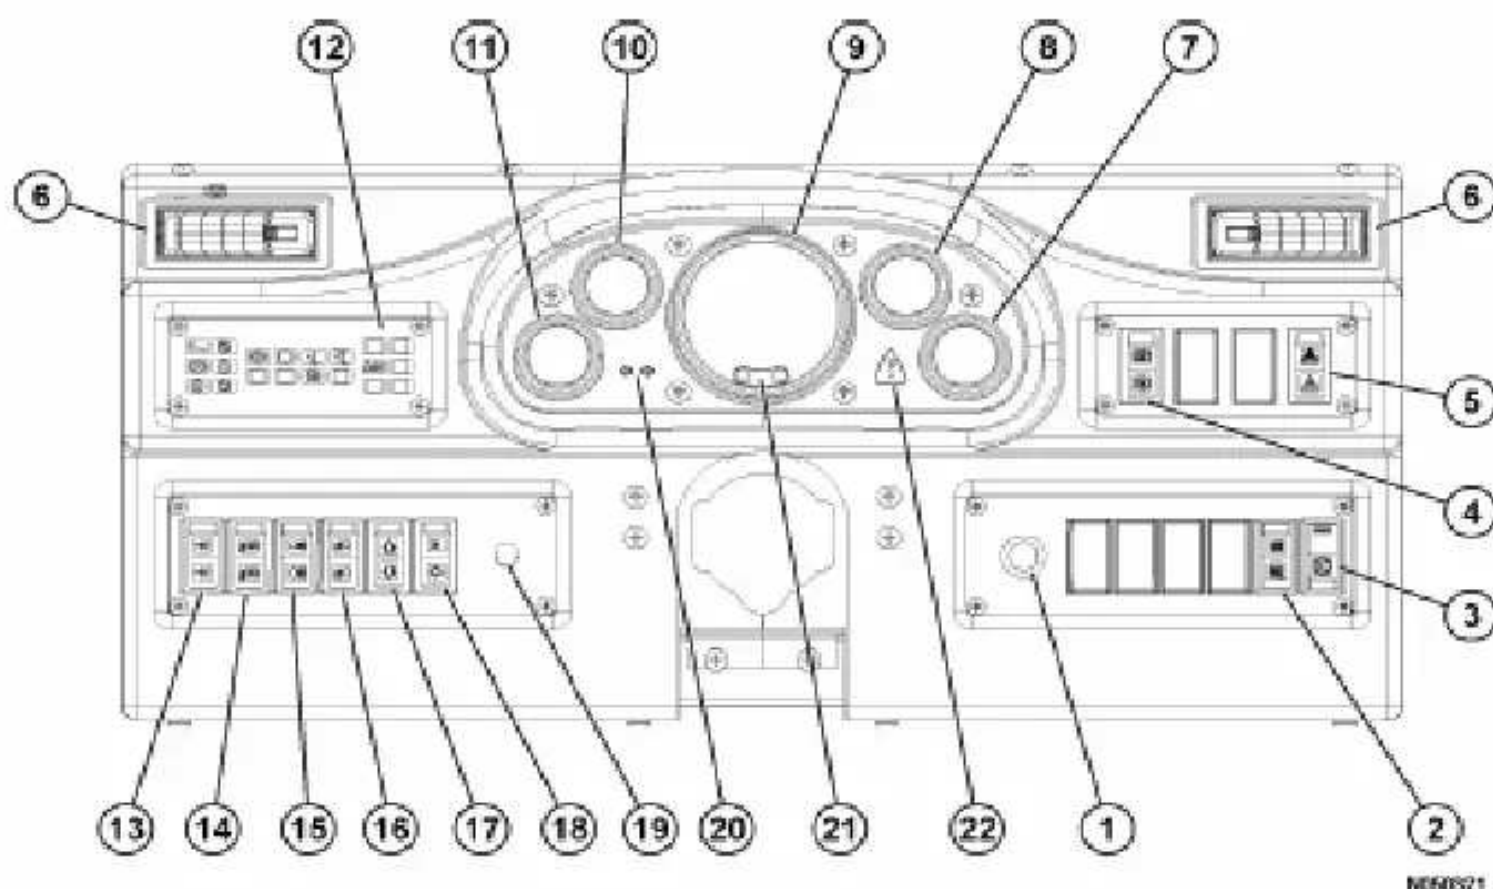
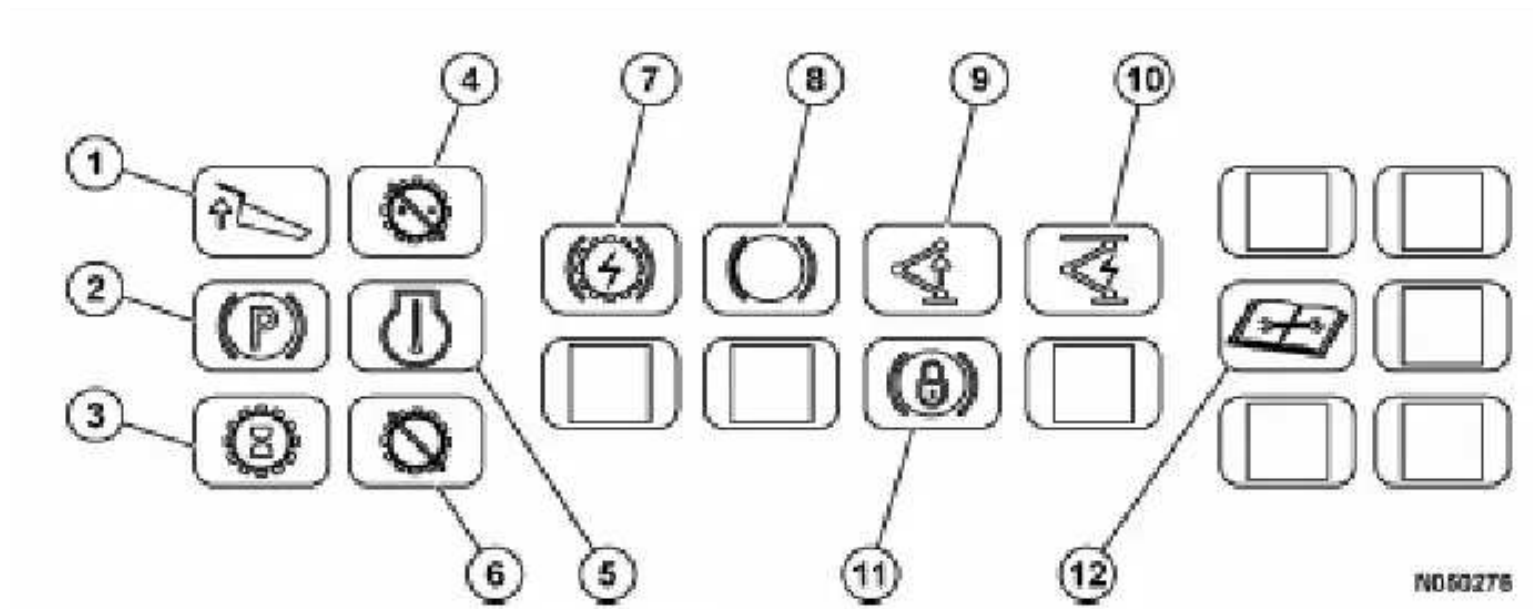

FIGURA 32-7. MEDIDORES, INDICADORES Y CONTROLES DEL PANEL
FIGURA 32-8. LUCES INDICADORAS DE ESTADO
El interruptor de partida (1, Figura 32-7) es un interruptor de 3 posiciones (APAGADO, FUNCIONAMIENTO, PARTIDA).
2. Después de arrancar el motor, ponga el interruptor rest en la posición OFF (desactive el modo de operación "rest"). Consulte el análisis del interruptor rest (26, Figura 32-7) más adelante en este capítulo.
El interruptor rest (3, Figura 32-7) es un interruptor oscilante con un dispositivo de bloqueo. Se debe empujar una pequeña lengüeta en el interruptor para desbloquear el interruptor antes de presionar la parte inferior del interruptor para activar el modo rest.
El interruptor del secador de la rejilla de retardo (2, Figura 32-7) es un interruptor oscilante. Cuando está en la posición ON, esta función se usa para secar las rejillas de retardo cuando se arranca el motor después que se ha lavado o se ha estacionado bajo lluvia.
El interruptor de bloqueo de freno de ruedas (4, Figura 32-7) se debe usar con el motor funcionando sólo para funciones de volteo y carga. El
El interruptor de la luz de advertencia de peligro (5, Figura 32-7) hace destellar todas las luces señalizadoras de viraje. Al presionar la parte inferior del interruptor oscilante se activan estas luces. Al presionar la parte superior del interruptor oscilante se
Los respiraderos del calefactor/aire acondicionado (6, Figura 32-7) pueden ser dirigidos por el operador para proporcionar un flujo de aire agradable para la cabina.
El medidor de nivel de combustible (7, Figura 32-7) indica cuánto combustible diesel queda en el estanque. Cuando queda sólo el 10% de la capacidad del estanque, el indicador de nivel de combustible ámbar en el medidor se encenderá.
El medidor de temperatura del aceite hidráulico (8, Figura 32-7) indica la temperatura del aceite en el estanque hidráulico. Tiene dos bandas de colores: verde y roja.
El velocímetro/pantalla digital (9, Figura 32-7) tiene varias funciones:
El indicador de temperatura del refrigerante (10, Figura 32-7) indica la temperatura del refrigerante en el sistema de enfriado del motor. El rango de temperatura luego que se calienta el motor y con el camión funcionando en condiciones normales debe ser de 85° - 97°C (185°- 207°F).
El Indicador de Temperatura del Sistema de Mando (11, Figura 32-7) indica el estado del rango más alto de la temperatura medida en el sistema de mando.
El panel de luces indicadoras de estado (12, Figura 32-7) contiene una serie de luces indicadoras para proveer al operador importantes mensajes de estado relacionados con las funciones seleccionadas del camión. Consulte Luces Indicadoras de Estado más adelante en esta sección para una descripción detallada de estos indicadores.
Las luces del panel de instrumentos, las luces de despeje y las luces delanteras se controlan mediante este interruptor tipo oscilante de tres posiciones (13, Figura 32-7). APAGADO se selecciona presionando la parte inferior del interruptor. Presione la parte superior del interruptor hasta que alcance la primera detención para seleccionar sólo las luces del panel, de despeje y traseras.
El interruptor de luz de escala (14, Figura 32-7) enciende o apaga las luces de la escala antes o después de usarla. Al presionar la parte superior del interruptor oscilante se encienden las luces. Al presionar la parte inferior del interruptor se apagan las luces.
El interruptor de luz de retroceso (15, Figura 32-7) permite encender las luces de retroceso para una mayor visibilidad y seguridad cuando la palanca de control direccional no está en la posición de RETROCESO. Cuando el interruptor está en la posición de ENCENDIDO, se encenderá la luz indicadora de retroceso manual (B4, panel superior, Figura 32-8).
Al presionar la parte superior del interruptor de neblineros (16, Figura 32-7) se encienden las luces. Al presionar la parte inferior del interruptor se apagan las luces.
Los interruptores de modo (17 y 18, Figura 32-7) son interruptores oscilantes momentáneos de dos vías. Las flechas se usan cambiar entre las diferentes opciones y mensajes en la pantalla digital.
El interruptor del atenuador de la luz de encendido del panel (19, Figura 32-7) es un reóstato que permite al operador variar el brillo de los instrumentos y de las luces de encendido del panel.
El indicador (20, Figura 32-7) se enciende para indicar que los señalizadores de viraje a la derecha o a la izquierda están funcionando cuando la palanca de señalización de viraje de la columna de dirección se mueve hacia arriba o hacia abajo. Al mover la palanca a la posición central se apaga el indicador.
Las temperaturas de operación en ambiente frío pueden afectar el contraste de la pantalla digital. Si es necesario, use los botones (21, Figura 32-7) para aumentar o disminuir el contraste de la pantalla digital para facilitar la lectura.
La luz de advertencia roja (22, Figura 32-7) se encenderá para indicar que el funcionamiento de un camión necesita de una acción inmediata de parte del operador. Detenga con seguridad el camión e informe al personal de mantenimiento. En la pantalla digital aparecerá un mensaje de advertencia.
Cuando se enciende, estas luces de estado ámbar (amarillas) alertan al operador que la función indicada del camión requiere de alguna precaución. Consulte la Figura 32-8 y las siguientes descripciones para explicaciones de los símbolos.
La luz indicadora (1, Figura 32-8) se encenderá cuando la tolva no haya bajado completamente sobre el bastidor. El camión no debe conducirse hasta que la tolva descienda y se apague la luz.
La luz indicadora (2, Figura 32-8) se encenderá cuando se aplique el freno de estacionamiento (palanca de control direccional en ESTACIONAR). No intente conducir el camión con el freno de estacionamiento aplicado.
La luz indicadora (3, Figura 32-8) se funciona durante el arranque como el ícono del reloj de un computador. Esta luz indica que el computador está en proceso de realizar las funciones de auto-diagnóstico en el arranque.
La luz indicadora (4, Figura 32-8) indica que el enlace DC en el gabinete de control no está entregando voltaje al sistema de propulsión.
La luz indicadora (9, Figura 32-8) se encenderá cuando el pantógrafo no esté totalmente retraído.
La luz indicadora (5, Figura 32-8) indica que la temperatura del aceite del motor aún no está a temperatura normal del sistema de operación. El operador no debe operar el camión hasta que el indicador se apague.
La luz indicadora (10, Figura 32-8) se encenderá cuando el pantógrafo esté totalmente extendido y esté recibiendo energía de las líneas eléctricas.